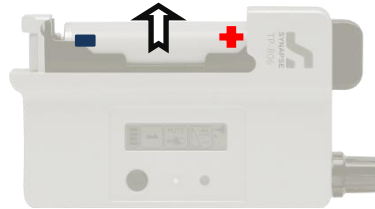
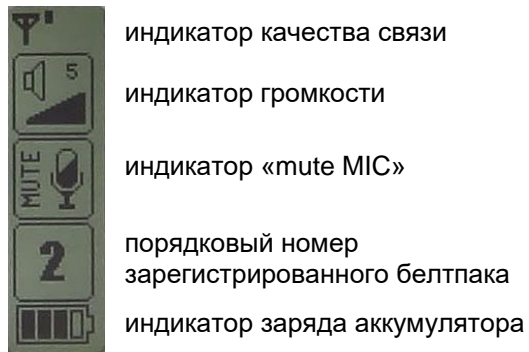

Рисунок 3.2 - Аккумуляторная батарея
Рисунок 3.3 - Дисплей Белтпака
- Извлеките аккумуляторную батарею (Рисунок 3.2).
Блок может устанавливаться как на столе, так и в стойке RACK 19" с помощью уголков из комплекта поставки. Уголки крепятся к блоку двумя винтами (Рисунок 3.2) . Возможно соединение двух блоков друг с другом для более компактной установки в стойку (Рисунок 3.3) . Для этого нужно снять верхние крышки и использовать крепёжные отверстия для уголков (Рисунок 3.4).